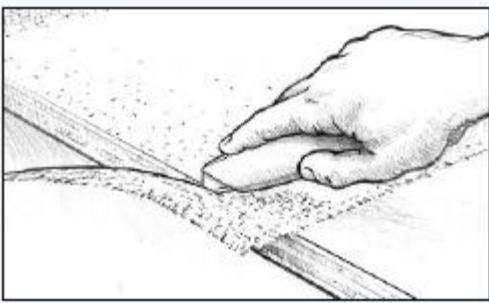

Рис. 25. Обрежьте лишнюю ткань после того, как эпоксидная смола превратится в гель, но до полного застывания.
8. Отрежьте лишнюю и нахлестывающуюся ткань (*Рисунок 25*) после того, как смола достигнет стадии начального отверждения. Пока смола полностью не застыла, ткань будет легко резаться острым канцелярским ножом. При необходимости срежьте нахлестывающуюся ткань следующим образом: